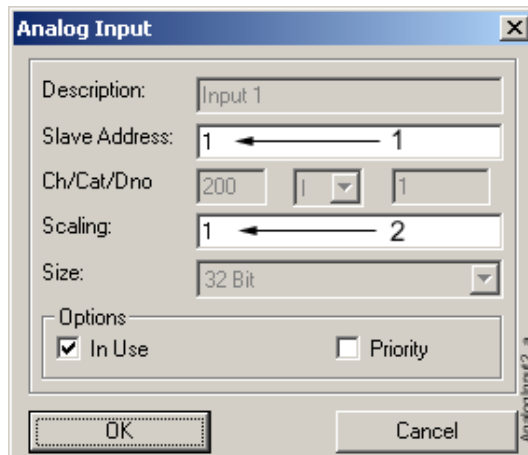

Bild 4.2.-3 Einstellungen des Analogeingangs
3. Wenn Sie die SPA-Slave-Adresse eingestellt haben, sollen die Skalierungsfaktoren für die benötigten Signale definiert werden. Die Signale, die definiert werden müssen, sind in erster Linie Messsignale, die ihren Input von Messwandlern und Sensoren bekommen. Skalieren Sie die benötigten Signale im Vorlage-Informationsteil des PCT und klicken Sie auf die Edit-Taste, oder doppelklicken Sie einfach auf das Signal. Ein Dialog wird geöffnet, in dem Sie den Skalierungsfaktor für das betreffende Signal einstellen können, sehen Sie Bild 4.2.-3, Nummer 2. Um den Wert für den SPA-Bus zu rechnen, benutzen Sie die folgende Formel: